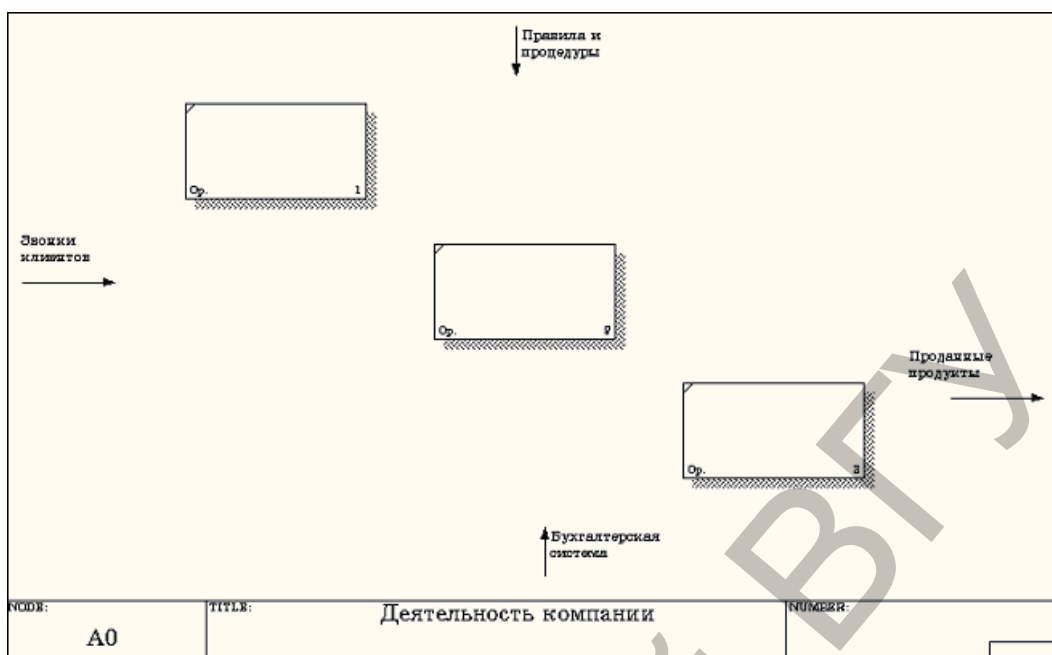

Рисунок 16
- 2 Автоматически будет создана диаграмма декомпозиции (рисунок 16).